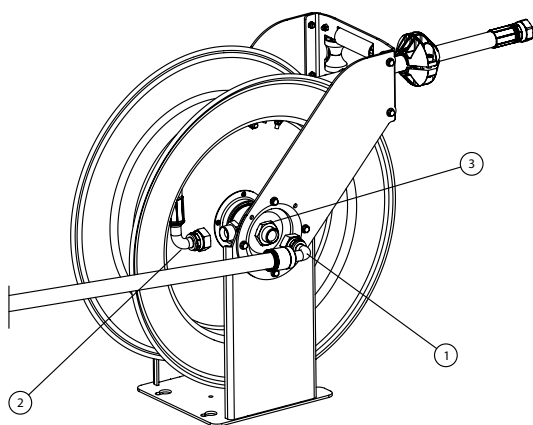

FIG. 7
1. Disconnect the hoses of the inlet shaft (1) and the swivel joint (2) (fig. 7).
2. Loosen the set screw in the nut (3) and remove said nut.
3. Remove the screws (4) and the arm (5).
1. Desconecte las mangueras en la acometida (1) y en la rótula (2) (fig. 7).
2. Afloje el prisionero de la tuerca (3) y desenrosque dicha tuerca.
3. Desenrosque los tornillos (4) y retire el brazo (5).
1. Déconnecter le flexible dans de l'axe central (1) et de la rotule (2) (fig. 7).
2. Desserrer l'écrou prisonnier (3) et le retirer.
3. Dévissez les vis (4) et retirer le bras (5).
1. Lösen Sie die Schlauchverbindungen am Schlaucheingang (1) und am Anschlussgelenk (2) (Abb. 7).
2. Lösen Sie die Stellschraube an der Mutter (3) und schrauben Sie die Mutter ab.
3. Entfernen Sie die Schrauben (4) und den Arm (5).